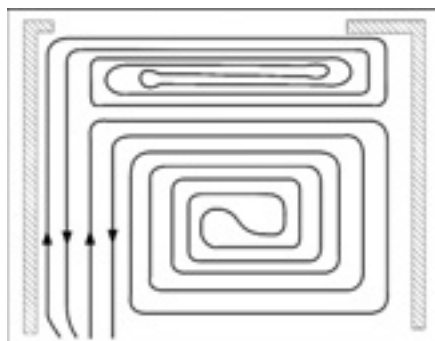

Рис. 138.
- в форме спирали с граничной зоной за счет отдельного греющего контура (рис. 138),